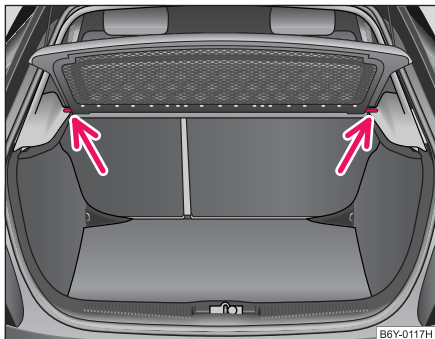

Fig. 55 Dépose de la tablette du coffre à bagages
- Sortez le cache des supports avant en le tirant vers l'arrière ⇒ fig. 55.